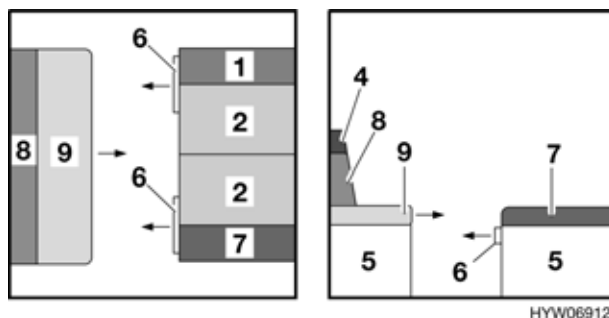

Fig. 85 Durante la trasformazione
- Estrarre la prolunga del cassone letto (Fig. 85,6) da entrambi i cassoni della dinette centrale fino all'arresto.
- Sollevare leggermente il divano (Fig. 85,9) ed estrarlo fino all'arresto.
- Sfilare il cuscino aggiuntivo (Fig. 85,4) dal cuscino dello schienale (Fig. 85,8). Il cuscino aggiuntivo è fissato a quello dello schienale tramite un nastro in velcro e può essere staccato con facilità.